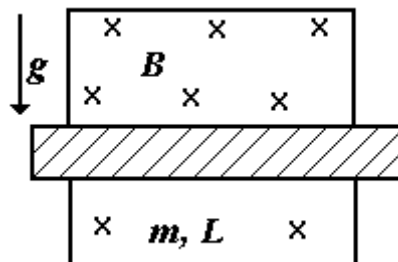

Рис.11
26. Два металлических стержня расположены вертикально и замкнуты сверху проводником. По стержням без трения и нарушения контакта начинает скользить перемычка длиной $L=10$ см и массой $m=20$ г. Вся система находится в однородном магнитном поле с индукцией $B=0,1$ Тл, перпендикулярной к её плоскости. Какой максимальной скорости достигнет перемычка при своем движении вниз? Сопротивление перемычки $R=0,05$ Ом, сопротивление стержней и проводника пренебречь, ускорение свободного падения $G=9,8$ м/с² (рис.11).